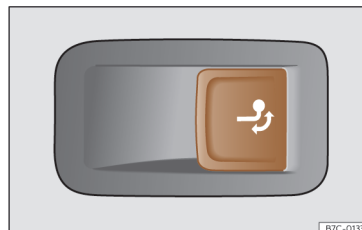

Fig. 188 No lado direito da bagageira: botão para desbloquear o gancho de reboque.
- Puxe o botão»» » **Fig. 188** de forma breve. O gancho de reboque desbloqueia-se eletricamente e roda-se automaticamente para fora. A luz de controlo do botão pisca.
- Puxe o botão»» » **Fig. 188** de forma breve. O gancho de reboque desbloqueia-se eletricamente.
- Se o aviso de controlo do botão»» » **Fig. 188** → *pisca*, significa que o gancho de reboque ainda não encaixou corretamente ou está danificado »» » .
- Se a luz de controlo»» » **Fig. 188** → *permanecer acesa* com a porta da bagageira aberta, o gancho de reboque está corretamente encaixado, tanto quando está retirado como quando está oculto.
- Não pressione nunca o botão»» » **Fig. 188** quando tiver um reboque engatado ou estiver montado um porta-bagagens ou outros acessórios sobre o gancho de reboque.